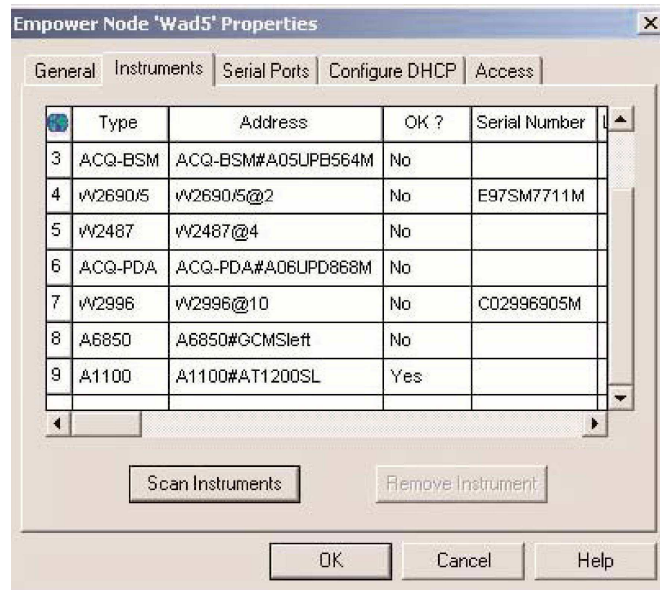

図6 通信がアクティブになったかどうかを確認する
- 図6では、通信の準備が整ったかどうかを確認する方法を示しています。この画面を開くには、「Empower Nodes (Empowerノード)」 - 「WAD 5」 - 「Properties (プロパティ)」 - 「Instrument (機器)」の順にクリックします。「OK?」とある列に「Yes」と「No」で準備の状態が示されます。